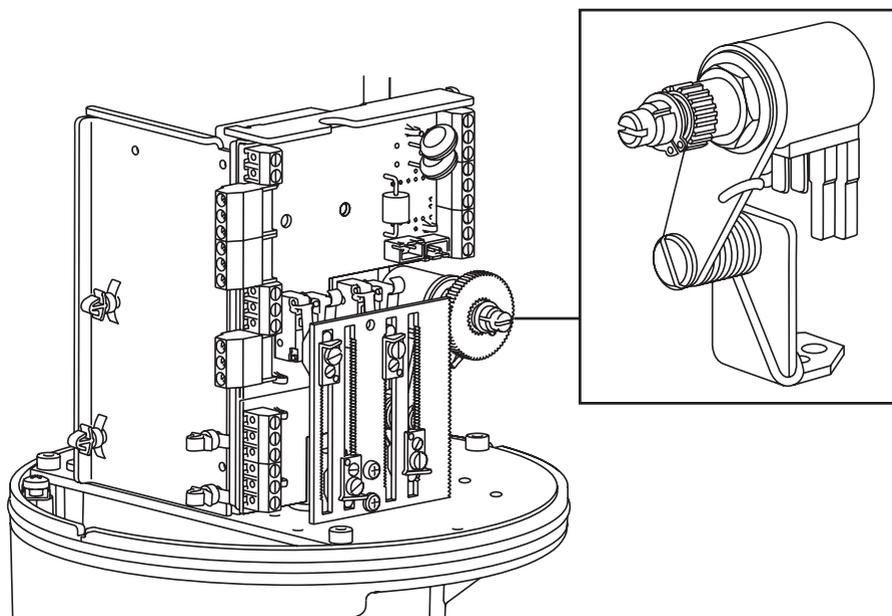

Fig. 31
6. En este punto el polímetro debería dar una lectura de 0 V. Si no es así, gire el eje del potenciómetro de retroalimentación hasta que el polímetro mida 0 V (Fig. 31). Ajustar el potenciómetro "start" P2 (Fig. 31) hasta el punto en que se apaga el LED.